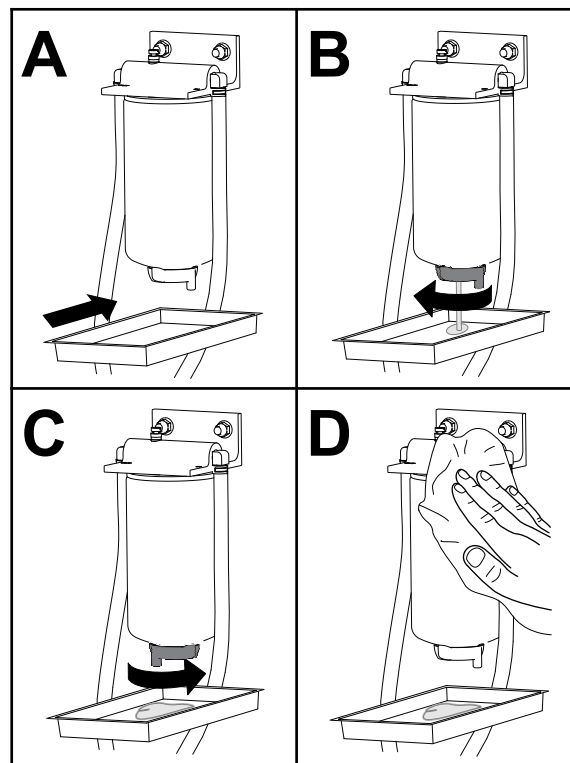

Figura 99
1. Drene el agua del separador de agua/combustible tal y como se muestra en la Figura 99.